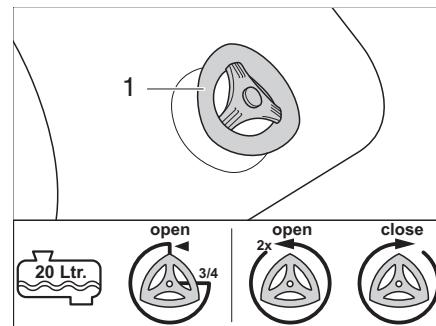

Fig. 370 Llave de desagüe
- 1/2 lleno o menos: Girar la llave de desagüe (Fig. 370,1) 3/4 de vuelta en el sentido contrario de las agujas del reloj.
- 3/4 lleno y más: Girar la llave de desagüe (Fig. 370,1) 2 vueltas en el sentido contrario de las agujas del reloj.
- Cerrar la llave de desagüe (Fig. 370,1) en el sentido de las agujas del reloj.